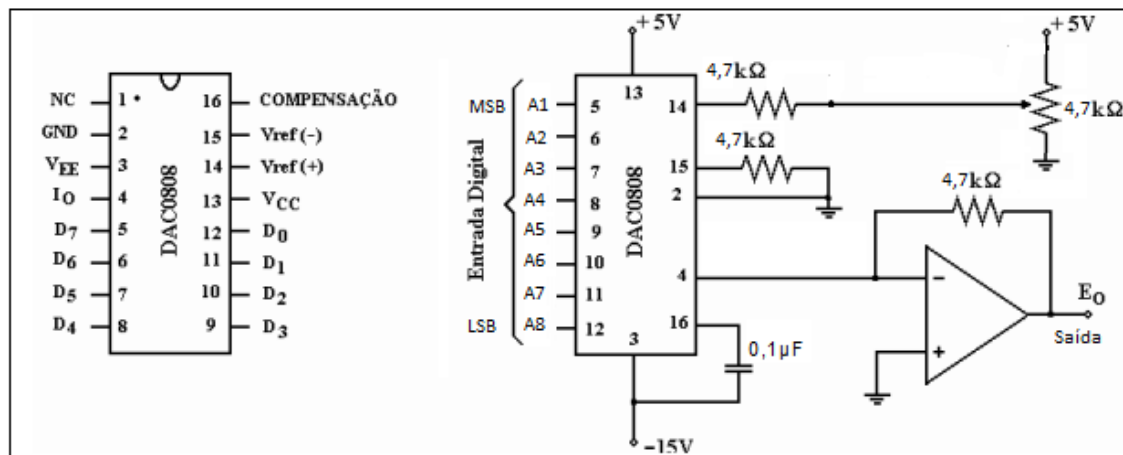
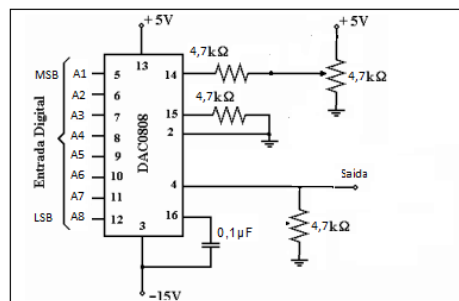

Figura 4 Pinagem e Aplicação típica do conversor DAC0808
Figura 5 Pinagem e Aplicação típica do conversor DAC0808 sem o AmpOp.
2.2 (3,0 pontos) O conversor DA utilizado é o DAC 0808 que é um conversor de 8 bits, 'monolítico e monotônico tem tempo de acomodação de 150ns e uma precisão relativa de $\pm 1/2$ LS, contém uma fonte de corrente de referência e uma escala R-2R. O circuito a ser montado é mostrado na Figura 4, o qual apresenta operação unipolar positiva, de forma que para o código zero (0000 0000)b na entrada digital tem-se 0V na saída, e para todos os bits em UM na entrada (1111 1111)b, tem-se 5V na saída.
O amplificador operacional da Figura 4 pode ser substituído por uma carga de 4,7K Ω , como mostra a Figura 5. Porém o sinal obtido na saída aparece negativo e rebatido em relação ao eixo x.